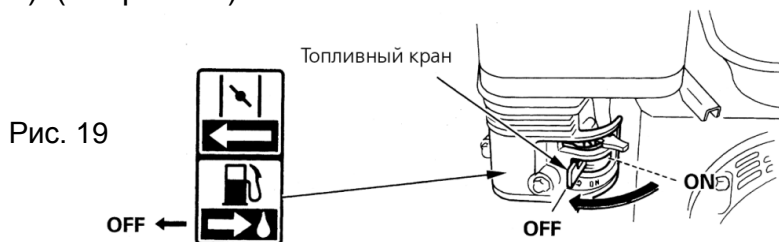

Рис. 19
3. Поверните рычаг топливного крана в положение **OFF** (Выключено). (см. рис. 19)